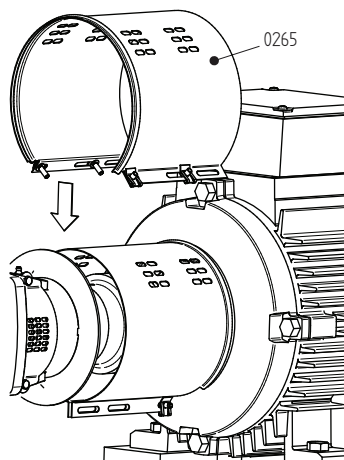

Figura 10: Montare la camicia a lato del motore.
- 2 Togliere entrambe le camicie di protezione (0270). Vedere la figura 10.